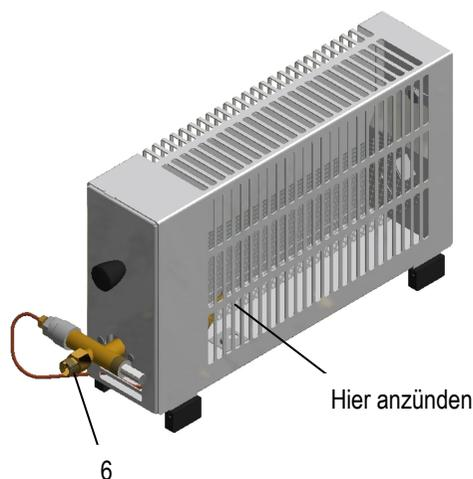

Abb. 2
1. Flaschenventil (3) öffnen.
3. Jetzt sofort das ausströmende Gas am Rohrbrenner (s. Abb. 2) mit einer offenen Flamme (z. B. Kaminzündholz) zünden.